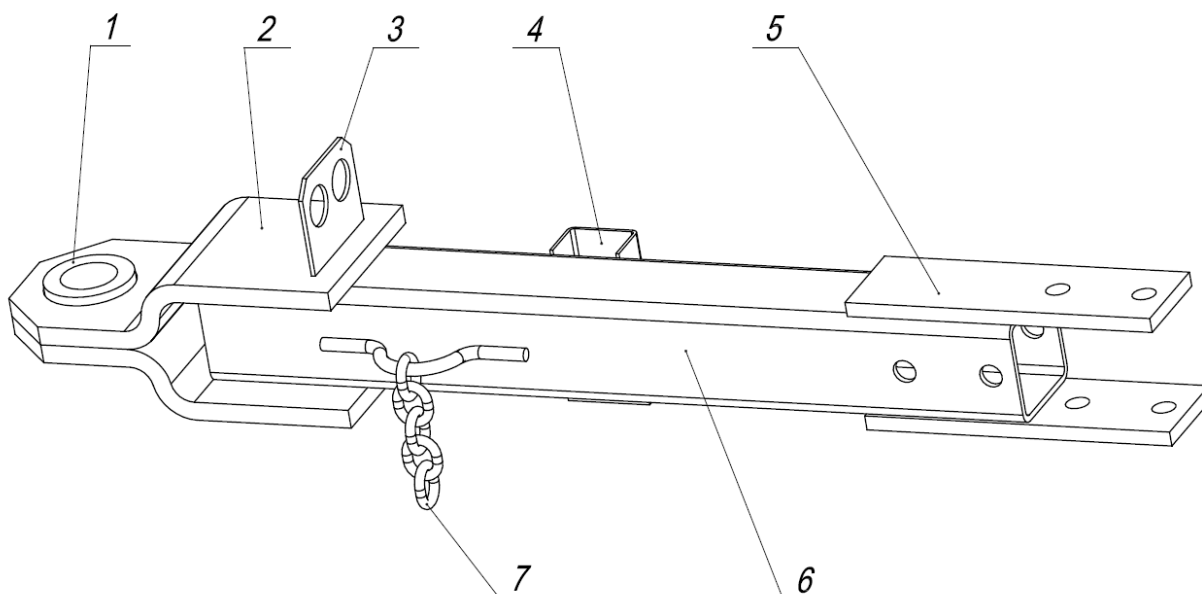

Рис. 12 Дышло СП16К 03.000.
2.11 Для предотвращения аварийного отсоединения сцепки от трактора на дышло сцепки предусмотрена страховая цепь 7 (рис.12). Страховая цепь служит для соединения сцепки с трактором помимо сцепного устройства. Соединение страховой цепи с трактором производить в следующей последовательности: надеть страховую цепь в обхват фаркопа трактора и свободный конец цепи со скобкой и планкой пропустить в скобу на дышло сцепки.